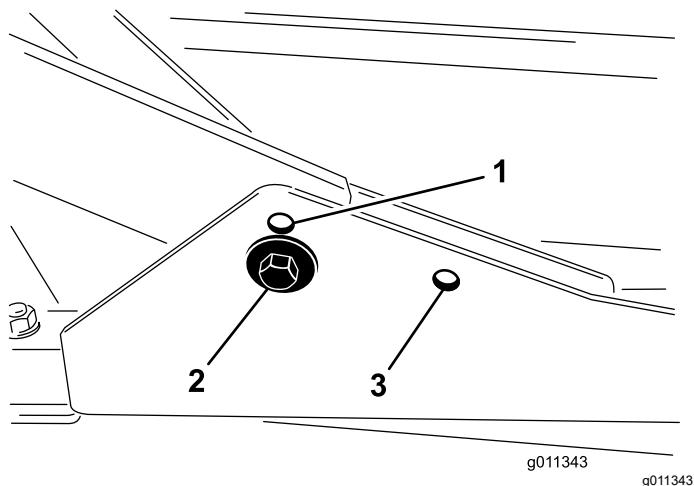

図 2
- 刈り高設定を 2076 mm として使用する場合には、前側の低い取り付け穴にキャリアフレームを取り付けます 図 2。
- 刈り高設定を 63100 mm として使用する場合には、前側の高い取り付け穴にキャリアフレームを取り付けます 図 2。
後カッティングデッキは、刈り高に関係なく後側の取り付け穴を使って取り付けます 図 2。